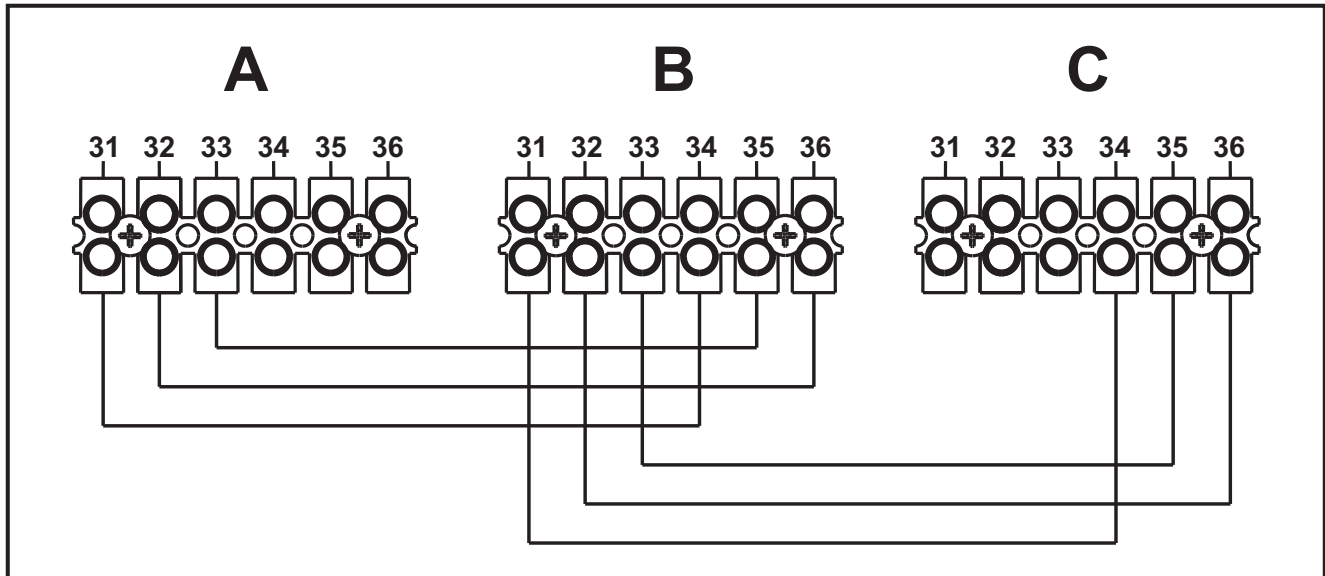

fig. 53 - Conexión en cascada
1. Conecte los módulos como se indica en la fig. 53 (**ejemplo con 3 módulos**).
Si el funcionamiento no es correcto, desconecte la alimentación eléctrica y controle el cableado en la fig. 53.